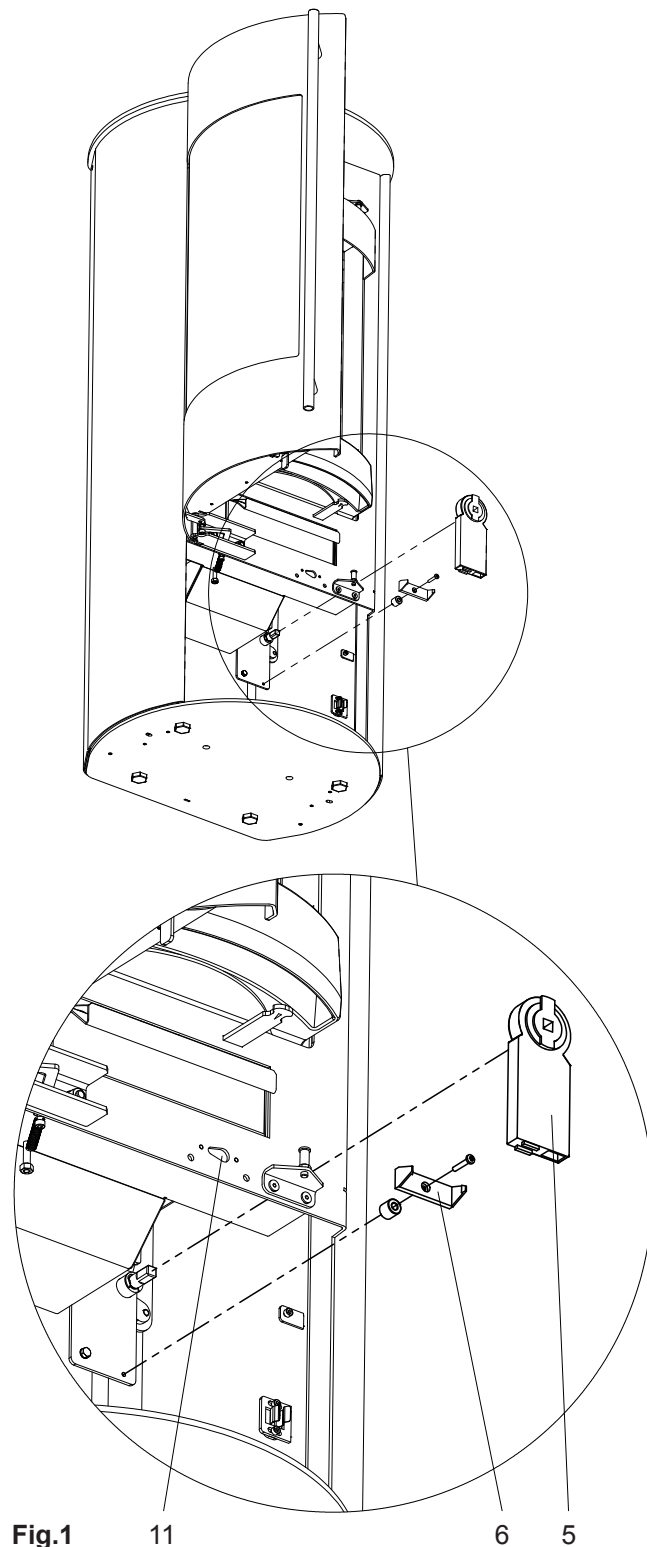

Fig.1
- Kunststoff-Halteklammer (6) mit Distanzhülse an der Motorkonsole festschrauben. Stellmotor (5) auf Drehachse des Luftschieberhebels aufschieben und in die Kunststoff-Halteklammer einschnappen (Fig.1).
- Den Türkontaktschalter (Position Befestigung siehe Fig.1), den Temperaturfühler und das Kabel der Stromversorgung wie im Kapitel „Allgemeine Montageschritte“ Schritt 2-7 beschrieben montieren.